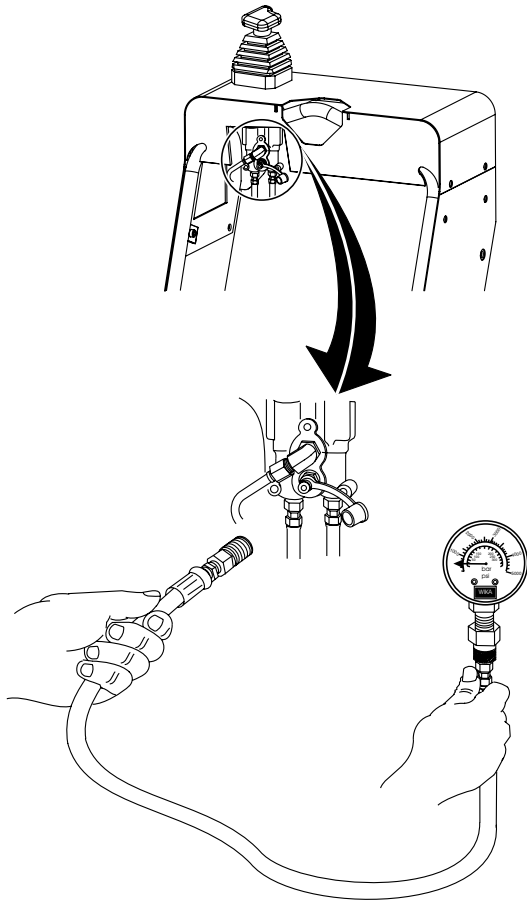

Abb. 48. Prüfen des Lenkdrucks
1. Die linke Abdeckung abnehmen und das Prüfmanometer (20 - 40 bar) auf den Diagnose-Schnellanschluss des linken Lenkventils stecken, siehe Abb. 48.